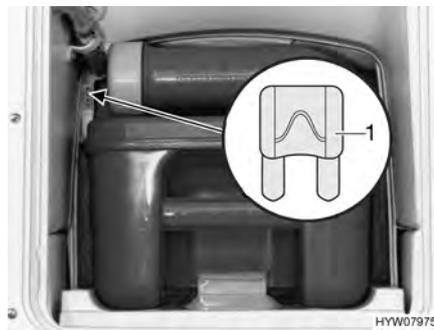

Fig. 102 Fusible del inodoro Thetford
- Cambiar el fusible (Fig. 102,1).